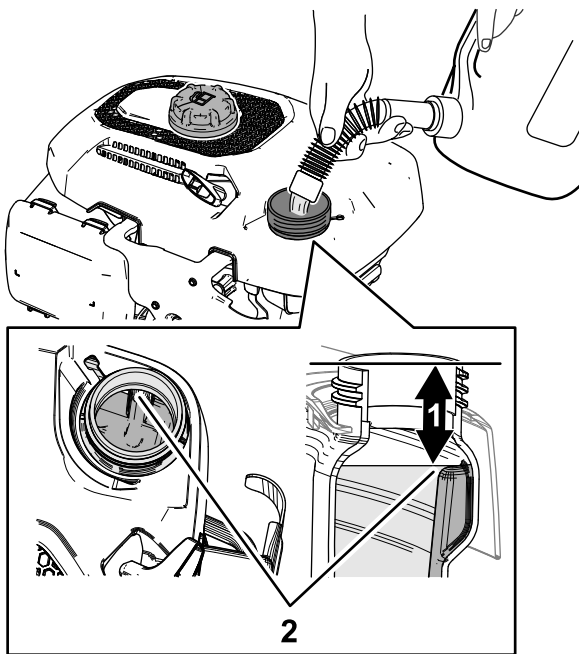

Figura 20
2. Llene el depósito de combustible con el combustible especificado, tal y como se muestra en la Figura 20.